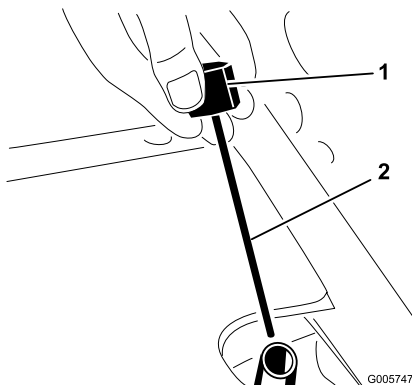

Figure 30
2. Dévissez le bouchon-jauge (Figure 30) du goulot de remplissage et essuyez la jauge sur un chiffon propre. Vissez le bouchon-jauge à la main dans le
goulot de remplissage. Sortez de nouveau la jauge et vérifiez le niveau d'huile. Si le niveau est à plus de 13 mm de la rainure de la jauge (Figure 30), ajoutez suffisamment d'huile pour atteindre la rainure. Le niveau ne doit pas dépasser la rainure de plus de 13 mm.